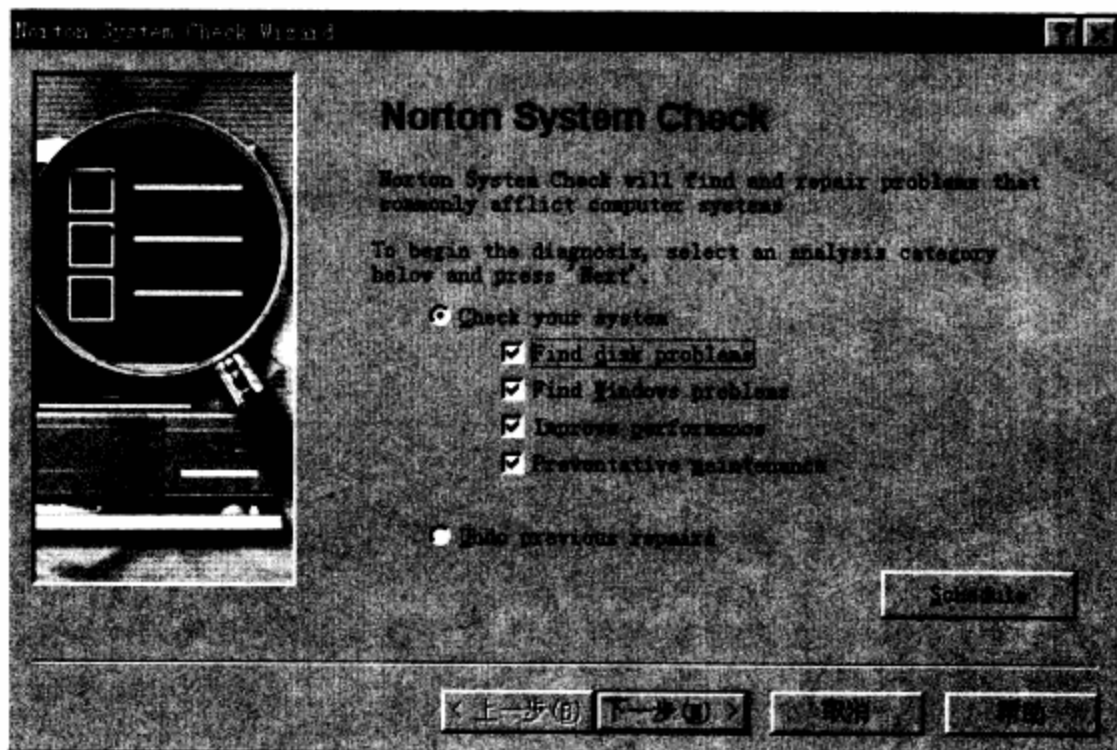

图6-10 Norton System Check中的测试功能选择菜单
**步骤 01** 在Norton SystemWorks主菜单中，选择Norton Utilities→Find and Fix Problems→Norton System Check命令。此后，屏幕上将出现系统检测和错误修正的功能选择菜单。在该框图中，总共有4项功能可选择，系统默认值是全部选中（前面有符号“√”）。如图6-10所示。